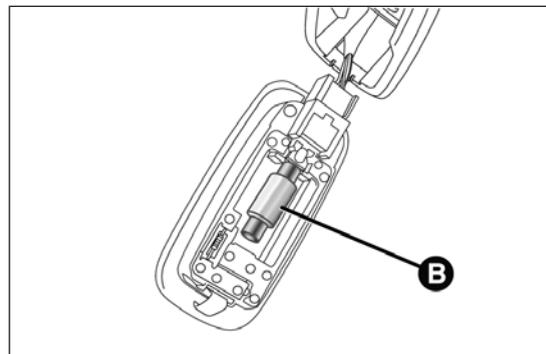

fig. 193
- remplacer l'ampoule B fig. 193 en la séparant des contacts latéraux ;